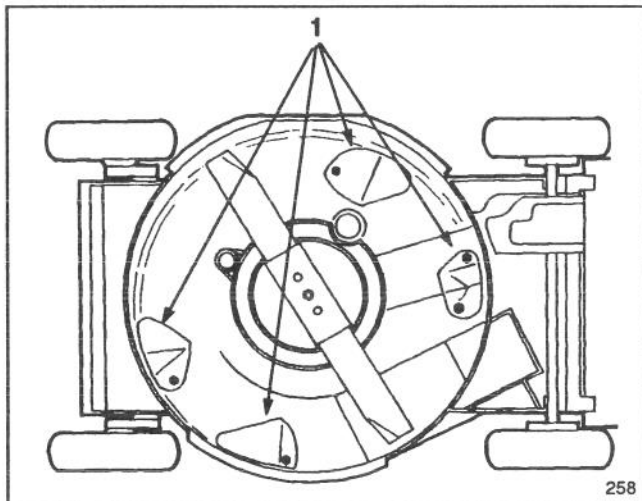

Abb. 29
Halten Sie die Unterseite des Mähergehäuses stets sauber. Vor allem sind die Umlenkleche auf der Unterseite des Mähergehäuses von Verunreinigungen freizuhalten (Abb. 29).
2. Den Mäher auf die rechte Seite kippen (Abb. 29). Drehen des Messers vermeiden, da das zu Startproblemen führen könnte.